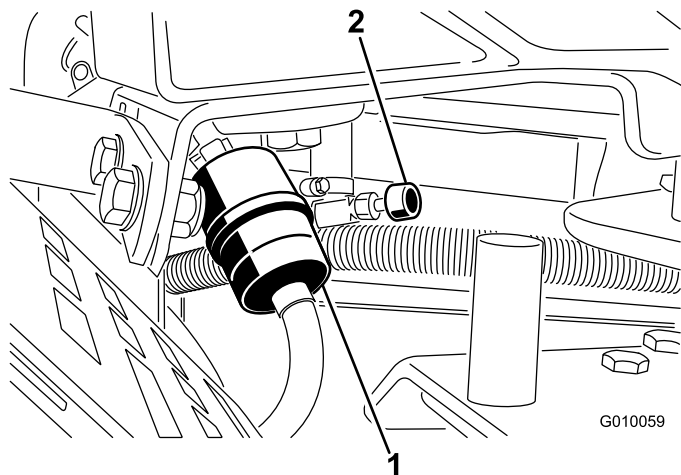

图50
2. 关闭燃油切断油阀图50。
3. 将软管夹的两端挤压到一起将它们滑离滤清器图50。
5. 安装新的滤清器并将软管夹移近滤清器图50。
7. 打开燃油切断阀图50。
2. 关闭燃切断油阀 图50。
3. 松开燃油滤芯上的软管夹、沿燃油管向上滑动、使之离开燃油滤芯 图50。
4. 从燃油滤清器上拉出燃油管 图50。打开燃油切断阀让燃油排入燃油罐或放油盘。
5. 将燃油管安装到燃油滤清器上。将软管夹滑近燃油滤清器固定燃油管 (图50)。